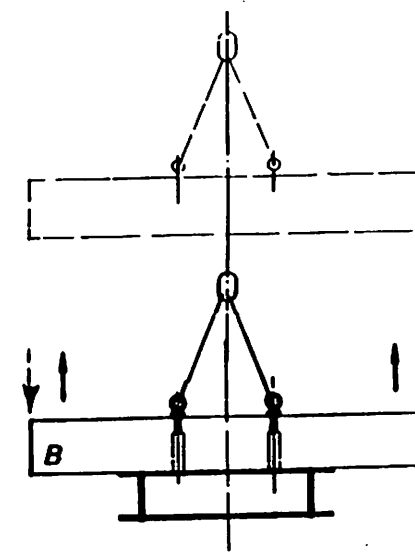

Bild 4
- 6.) Mit einem Gehänge kann nun die Ballastplatte angehoben und auf den LKW verladen werden. (Bild 4).
- 3.) Die Augenschrauben aus dem Ballast drehen. (Bild 4)